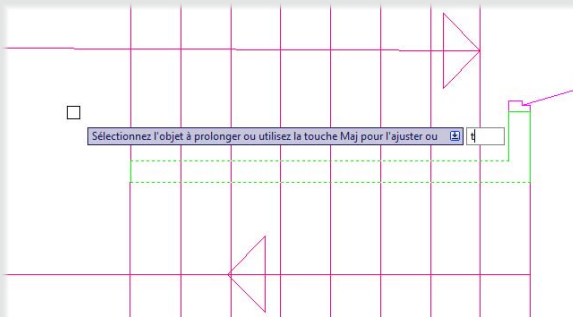

Figure 14
6. Après avoir validé, tapons **T** comme « trajet », puis validons de nouveau (voir Figure 14).